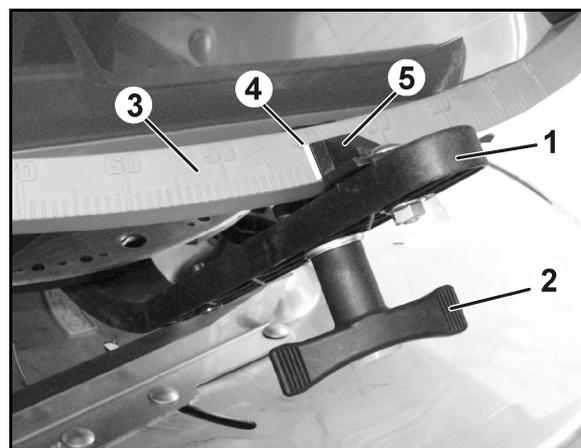

Fig. 51
2. Soltar a porca de orelhas (Fig. 51/2).
3. Procurar a posição necessária da corredeia na escala (Fig. 51/3).
4. Apontar o bordo de leitura (Fig. 51/4) do indicador da alavanca de ajuste (Fig. 51/5) para o valor de escala.
5. Voltar a apertar firmemente a porca com orelhas (Fig. 51/2).